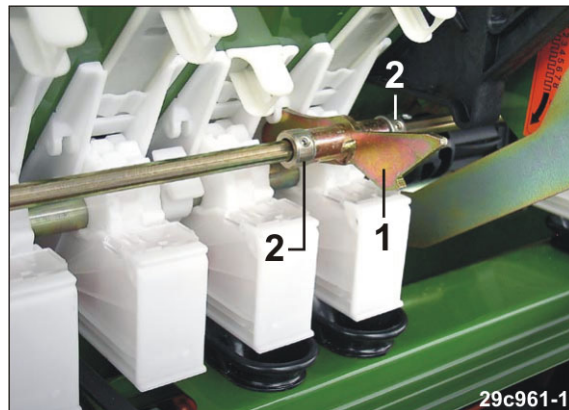

Fig. 129
- Sæt holderen (Fig. 129/1), som sikrer forlagsakslen aksialt, i udsparringen på et såhus.
12. Sørg for at sikre holderen aksialt med to stopringe (Fig. 129/2).